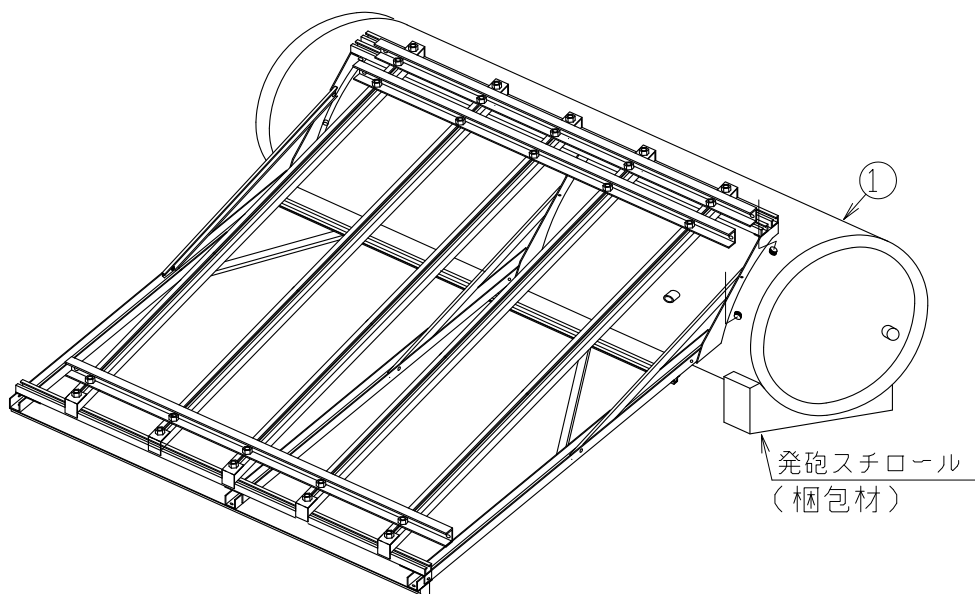

図5
(3) 貯湯槽の組立
●図5 傾斜架台を貯湯槽①に乗せ、貯湯槽に取付けてあるボルトで組立てます。貯湯槽と傾斜架台のボルトを全て締付けてください。その後、本体を裏返しにして完成です。